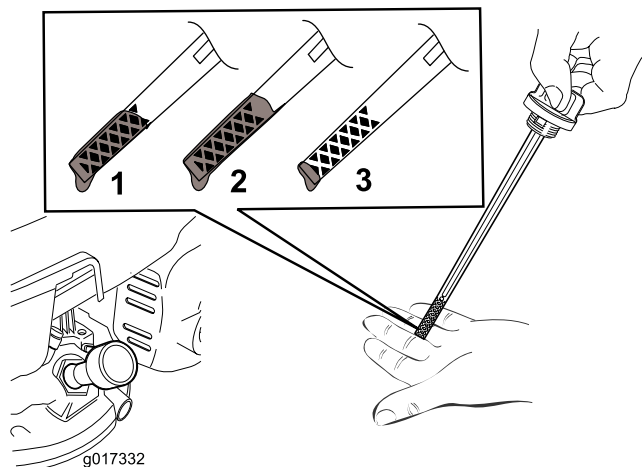

图20
**注意：** 向发动机曲轴箱添加机油，直到量油尺显示机油油位达到（图20）中所示的正确位置。如果发动机加注机油过多，则需要按照第 5 步的说明，放掉多余机油。